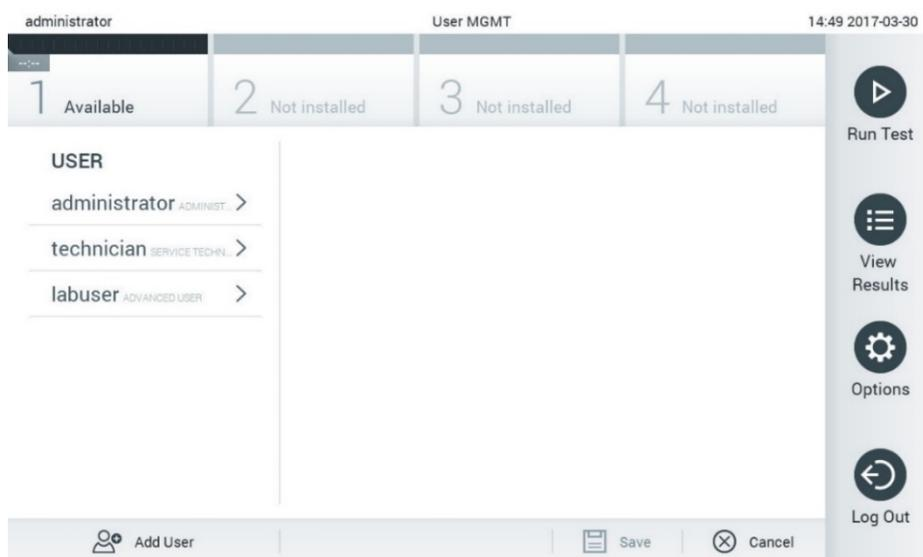

Figure 59. L'écran Gestion des utilisateurs.
1. Appuyez sur le bouton Options (Options), puis sur le bouton User Management (Gestion des utilisateurs). L'écran User Management (Gestion des utilisateurs) apparaît dans la zone de contenu de l'écran (Figure 59).